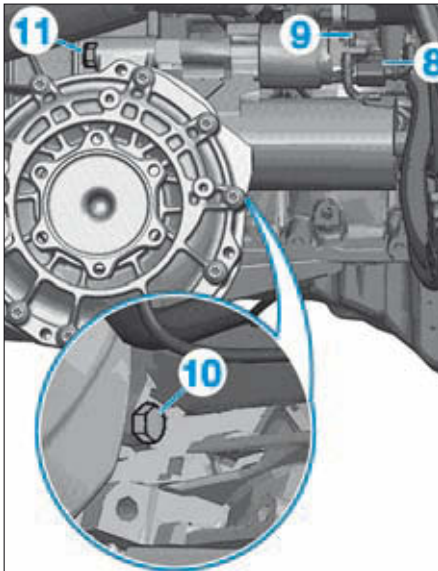

FIG. 9
- Débrancher le connecteur électrique (8) du démarreur (Fig.9).
- le câble d'alimentation (9) du démarreur,
- les vis (10).
- Dévisser la vis (11) en utilisant une longue rallonge côté boîte de vitesses.